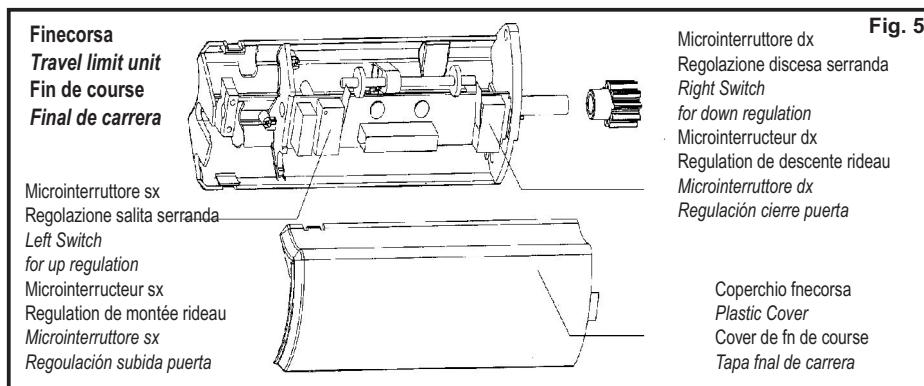

Fig. 5
Q) Dopo avere terminato l'impianto elettrico, procedere alla regolazione del fine corsa come segue (fig. 5):
Q) As completed the electric plant, proceed to the regulation of the limit switches as following (fig. 5):
Q) Après avoir terminé l'installation électrique, procéder à la régulation du fin de course, comme après indiqué (fig.5):
Q) Despu  s de haber acabado el instalaci  n el  ctrica, proceder a la regulaci  n del final de carrera como sigue (Fig. 5):